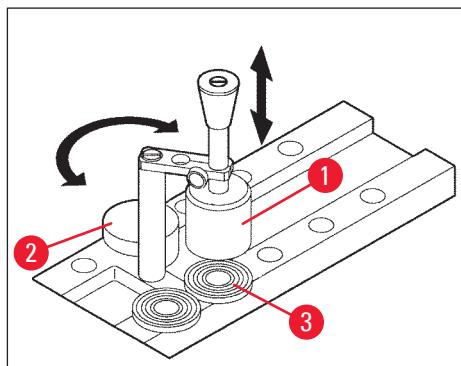

Рис. 14
- Вложите диск для образца с образцом в одно из 10 отверстий в полке быстрого замораживания (— "Рис. 14") и заморозьте образец.